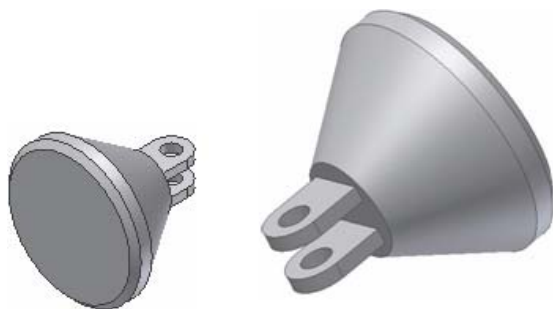

图 4-46 衍生零件的范例
(4) 在【衍生零件】对话框中，模型元素如实体特征以及定位特征、曲面。Imate 信息等以层次结构显示，并且左侧都有符号显示如和。单击这些符号则它们会互相转变。表示要选择包含在衍生零件中的元素，表示要排除衍生零件中不需要的元素，如果某元素用此符号标记，则在衍生的新零件中该元素不被包含。
(5) 指定创建衍生零件的比例系数和镜像平面，默认比例系数 1.0，或者输入任意正数。如果需要以某个平面为镜像产生镜像零件，可以选中【零件镜像】复选框，然后选择一个基准工作平面作为镜像平面。
(6) 单击【确定】按钮即可创建衍生零件。图 4-46 所示是衍生零件的范例示意图。
衍生的零件实际上是一个实体特征，与用拉伸或者旋转创建的特征没有本质的不同。创建了衍生零件之后，完全可以再次添加其他的特征以改变衍生零件的形状。在图 4-48 中，我们在图 4-46 所示的衍生零件的基础上添加了拉伸和倒圆角特征。